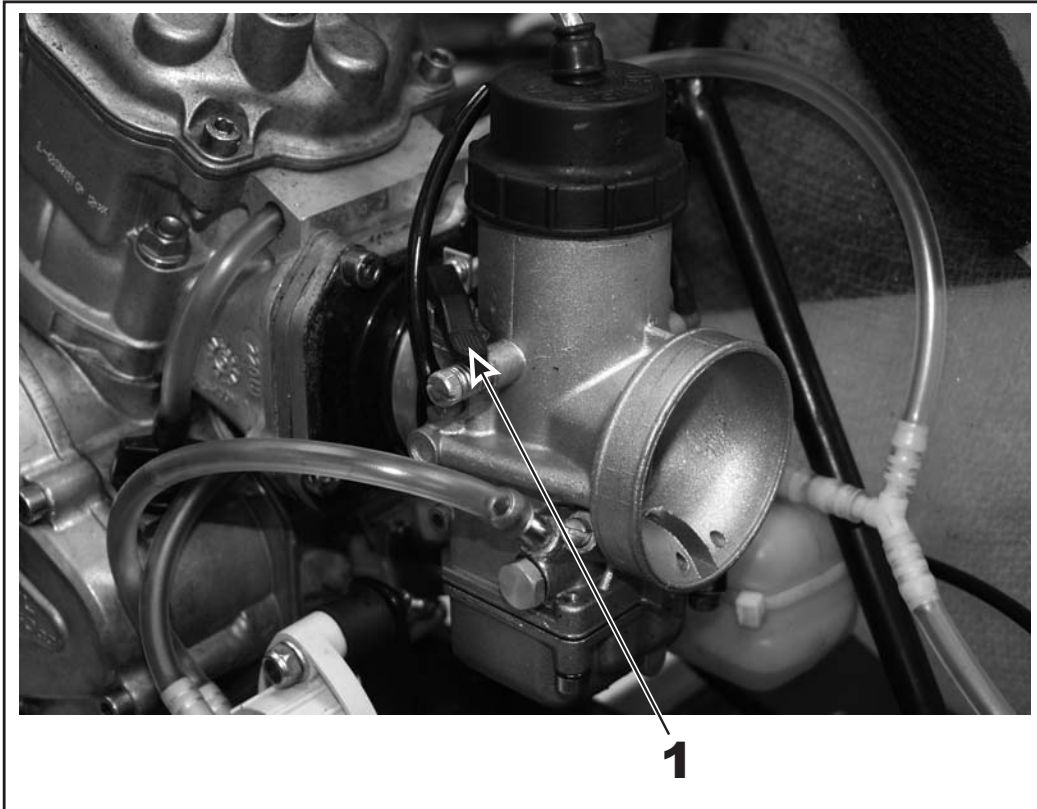

Bild 20
- ➔ Bei kaltem Motor zum Starten den Chokehebel (Pos.1) am Vergaser in vertikale Position ziehen (Bild 20).